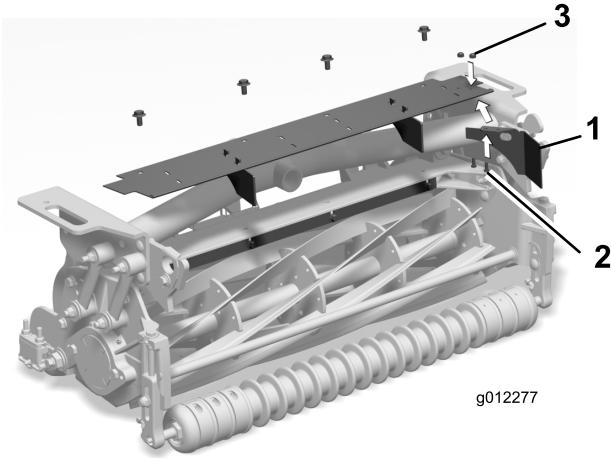

図 10
- 2. ねじ10-24 x $\frac{1}{2}$ インチ2本とナット10-24を使って、新しいデフレクタをシールドの左端に図 10のように取り付ける。